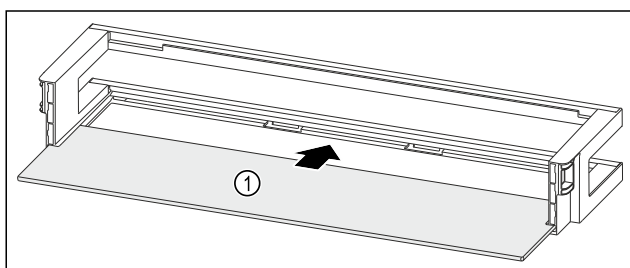

Fig. 234 Türabsteller mit Abstellfläche
- Abstellfläche Fig. 234 (1) in die seitlichen Aussparungen einschieben.